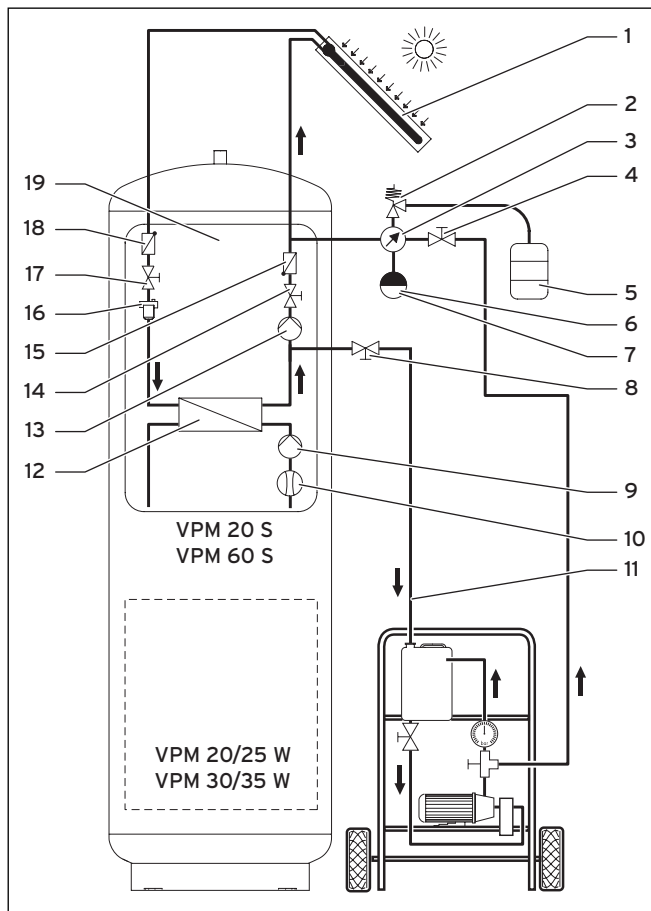

Abb. 5.8 Solarkreis und Befüllanlage
- Öffnen Sie die Füll- und Entleerungsventile (→ **4, 8, Abb. 5.8**) an der Solarladestation vollständig, um einen maximalen Volumenstrom sicherzustellen.
- Öffnen Sie das Absperrventil (→ **17, Abb. 5.8**) im Solarkreis-Vorlauf der Solarladestation.
- Schließen Sie das Absperrventil (→ **14, Abb. 5.8**) im Solarkreis-Rücklauf der Solarladestation.
- Stellen Sie das Absperrventil (→ 14, Abb. 5.8) im Solarkreis-Rücklauf der Solarladestation auf 45° (Rückschlagklappe außer Funktion).
- Lassen Sie die Befüllpumpe weitere 5 Minuten laufen, um den Rohrstrang zwischen Füll- und Entleerungsventil (→ Abb. 5.8), und Absperrventil-Rücklauf (→ 14, Abb. 5.8) zu entlüften.
- Stellen Sie beide Absperrventile (→ 4, 8, Abb. 5.8) in die Betriebsposition (1).
- Schließen Sie die Füll- und Entleerungsventile (→ 4, 8, Abb. 5.8) und stellen Sie umgehend die Befüllpumpe ab.
- Schließen Sie das Füll- und Entleerungsventil (→ 8, Abb. 5.8).